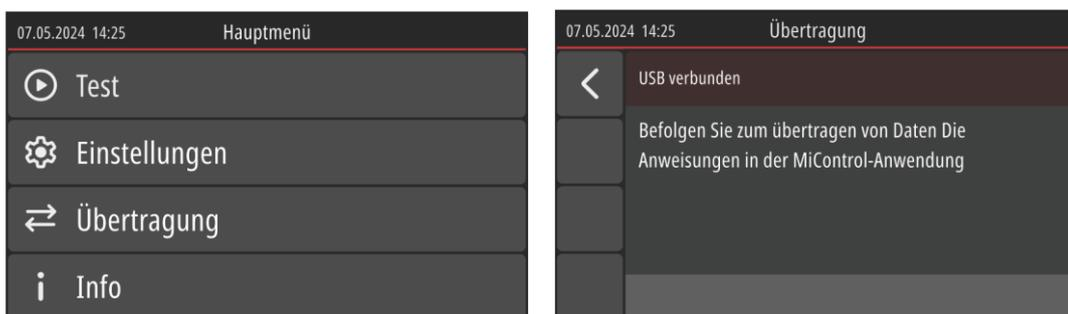

Abbildung 51: Hauptmenü (linke Abbildung) und Modus der Datenübertragung (rechte Abbildung)
- Stellen Sie den Tester auf das Hauptmenü ein (siehe Abbildung 51, linke Seite).
- Wählen Sie die Option "Übertragung" ⇒ ECT-752 wechselt in den Modus "Datenübertragung", siehe rechts in Abbildung 51.